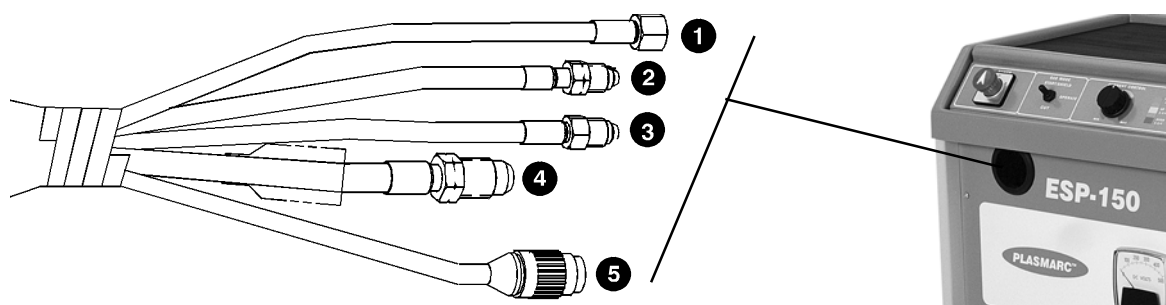

Fig. 7. Hvis brænderen skal benyttes manuelt, skal tilslutningskabler føres gennem gummitætningen foran på ESP-150 og tilsluttes i henhold til figuren.
1. Brændertilslutning se fig. 7 og 8.